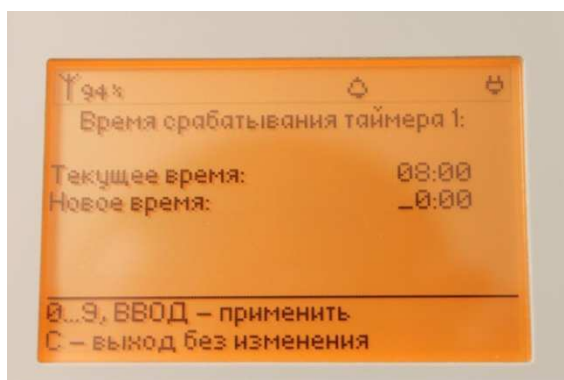

Рисунок 24.
- 6.2.4. При помощи клавиш со стрелками выберите пункт «Время» и нажмите клавишу **«ВВОД»**. Подсказка рядом с этим пунктом отображает установленное время включения таймера. В появившемся подменю «Время срабатывания таймера №» (рис. 24) введите необходимое вам время и нажмите **«ВВОД»**, чтобы применить изменения или нажмите клавишу **«С»**, чтобы вернуться в подменю настройки таймера без изменений.